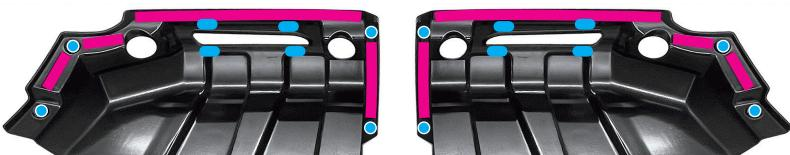

図 2
1. 固定した部品が完全に固定されたら、図 2-B を参考にネットの向きに気を付けて付属 b を開口部にあわせて不要部をカットし
1. で取付けた金具を曲げて固定し余ったネット部はバンパーに干渉しない様に曲げるなどの処理をし図 2-A を参考にネットとスパイラーを付属 d で数カ所固定して下さい。